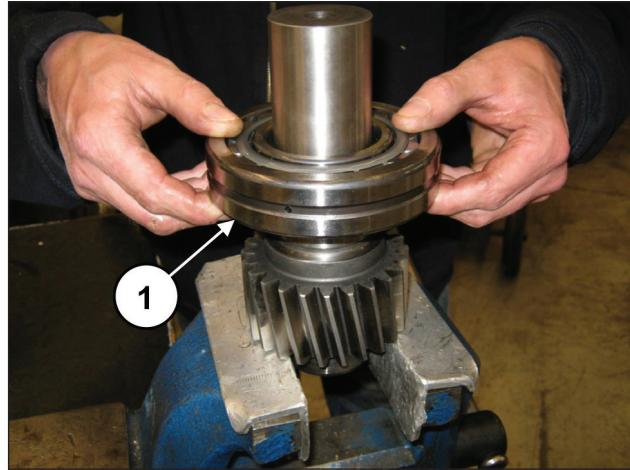
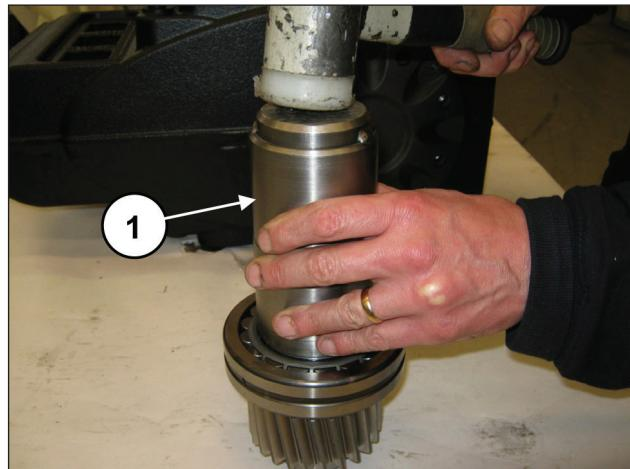

Fig. 83
Fig. 84
De l'autre côté du pignon, prémonter le roulement 55x120x29 (rep. ①, Fig. 83), en l'emmangkan jusqu'en butée à l'aide de l'outil réf. 27604800 (rep. ①, Fig. 84).